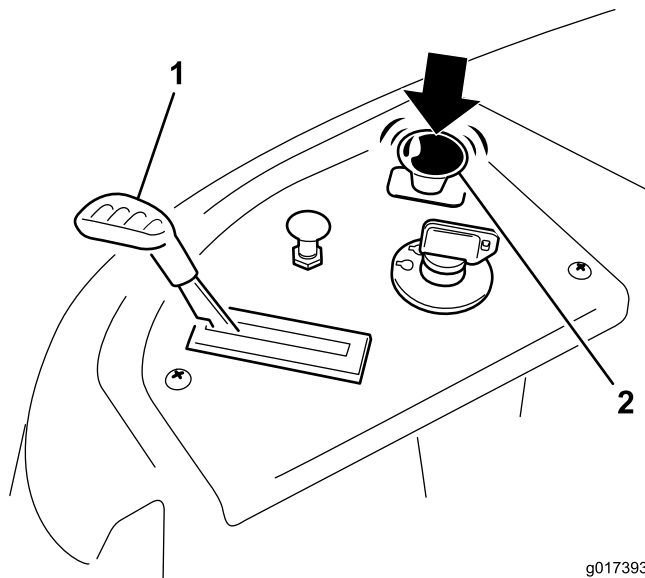

Bild 13
2. Kuppeln Sie die Messer aus, indem Sie den Zapfwellenantriebsschalter in die Aus-Stellung stellen (Bild 13)